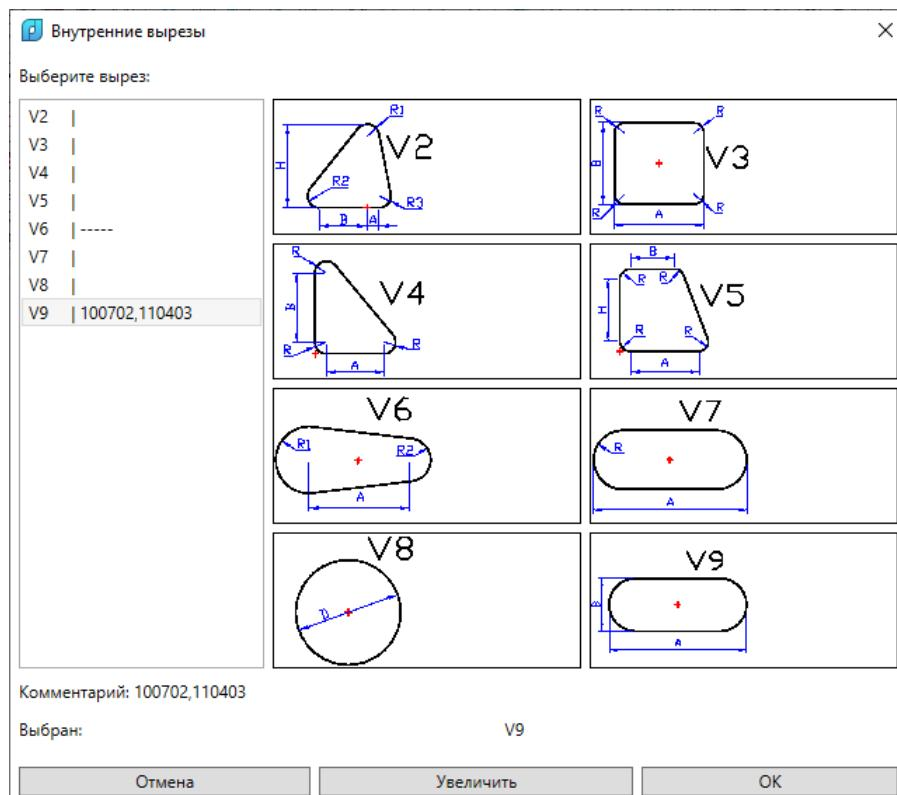
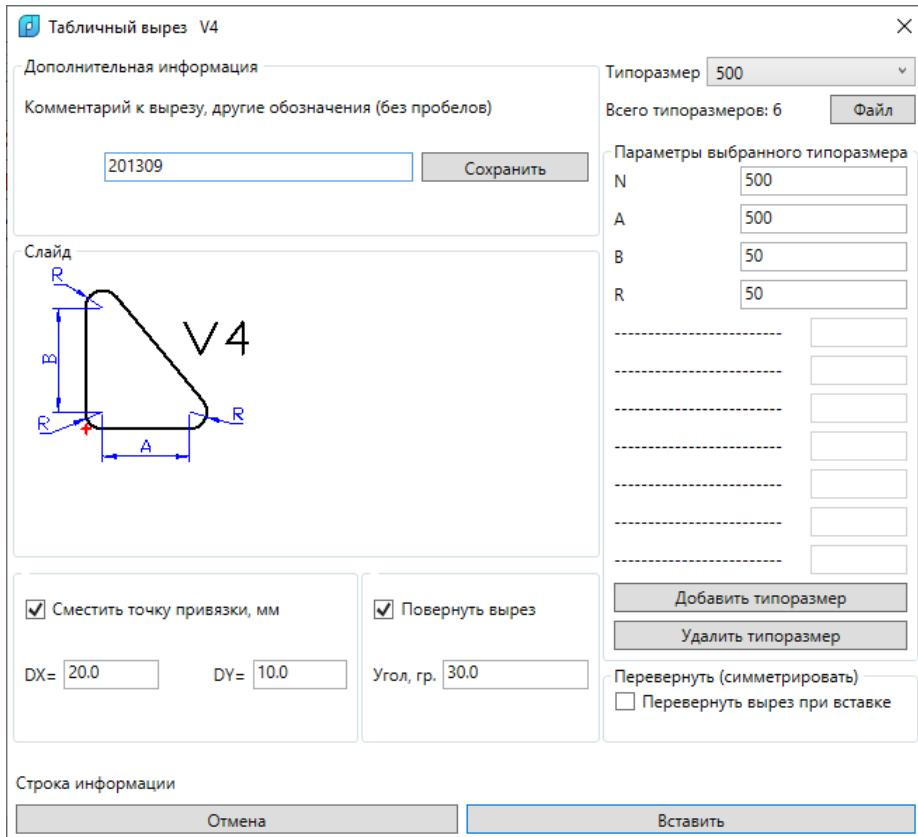

Рис. 53. Окно выбора типа выреза
Рис. 55. Окно выбора типоразмера выреза
По команде **ВЫРЕЗ > Внутренний > Табличный** на экран вызывается диалоговое окно типов табличных вырезов (рис. 53).
Кнопка **Отмена** предназначена для выхода без выбора выреза. Кнопка **OK** предназначена для выхода из окна выбора типа и перехода в окно, показанное на рис. 55, для выбор или задания параметров выреза.
Значения параметров для того типоразмера выреза, который выбран в раскрывающемся списке **Типоразмер**, отображаются в области **Параметры выбранного типоразмера**. На рис. 55 у выреза V4 таких параметров четыре: наименование типоразмера N, линейные параметры A,B и радиус R.
Процесс непосредственной вставки выреза запускается после нажатия кнопки **Вставить** в окне, приведенном на рис. 55. Окно закрывается и в командную строку выводится текст (на примере выреза V4):
Просмотр файла осуществляется нажатием кнопки **Файл** в окне выбора типоразмера выреза (см. рис. 55). Вызывается окно просмотра этого файла. На рис. 59 показан пример содержимого такого файла для выреза V4.
- **N;A;B;R** – перечисление имен параметров (они отображаются в окне на рис. 55, пробелы не допускаются);
- **201309** - содержимое комментария, который отображается в области **Дополнительная информация** на рис. 55 и в поле **Комментарий** на рис. 53 (пробелы в комментарии не допускаются).
В дистрибутиве системы поставляются файлы-шаблоны для всех табличных внутренних вырезов, показанных на рис. 53 (от V2 до V9). Шаблоны имеют те же имена, что и файлы типоразмеров, но без расширения: **TV2** (вырез V2), **TV3** (вырез V3) и т.д. В первом расчете содержимое файла-шаблона копируется в одноименный файл, но с расширением завода (например, **TV2.BST**). В дальнейшем работа ведется только в файле с этим расширением, которое совпадает с кодом документации завода.